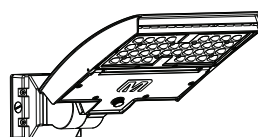

FIG. 5
6. Vérifiez l'installation pour confirmer si le luminaire est bien fixé (voir la **FIG. 5**).